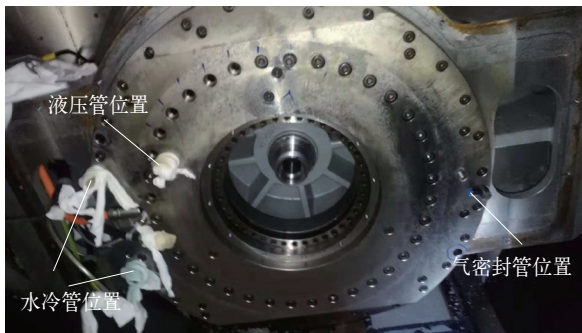

图5 管线拆卸位置
5) 拆卸水冷管、液压管和气密封管等各种管线，需要注意两点：首先，需要对进水口和出水口进行标记后再拆卸转台电动机的水冷管；其次，电动机绕组的动力线和温度传感线不需要拆卸（见图5）。